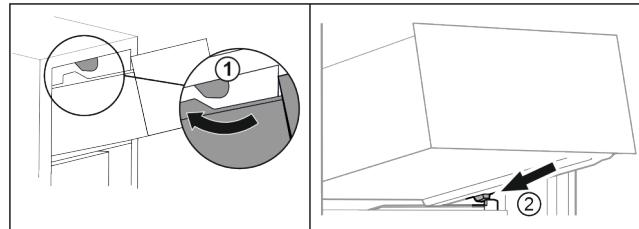

Fig. 27
- Обвести висувний ящик навколо верхнього стопора. Fig. 27 (1)
- Встановити висувний ящик за нижніми стопорами на ребро для резервуару навскоси. Fig. 27 (2)